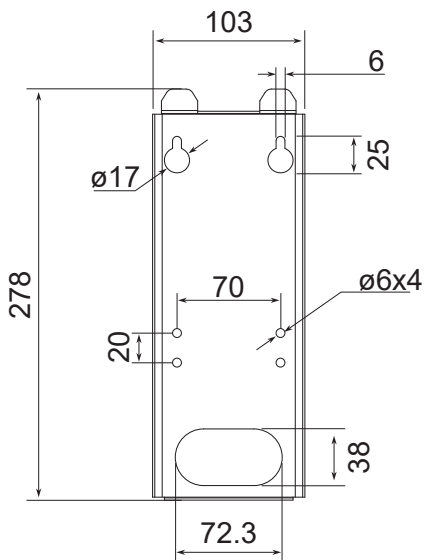

Fig. 5-2 Dimensions du support métallique mural
2. Percez 4 trous d'un diamètre de 8 mm et d'une profondeur d'au moins 50 mm à une distance de 70 mm en largeur et de 280 mm en hauteur. Utilisez les trous supérieurs et inférieurs du support métallique comme indiqué dans la figure 5-2.